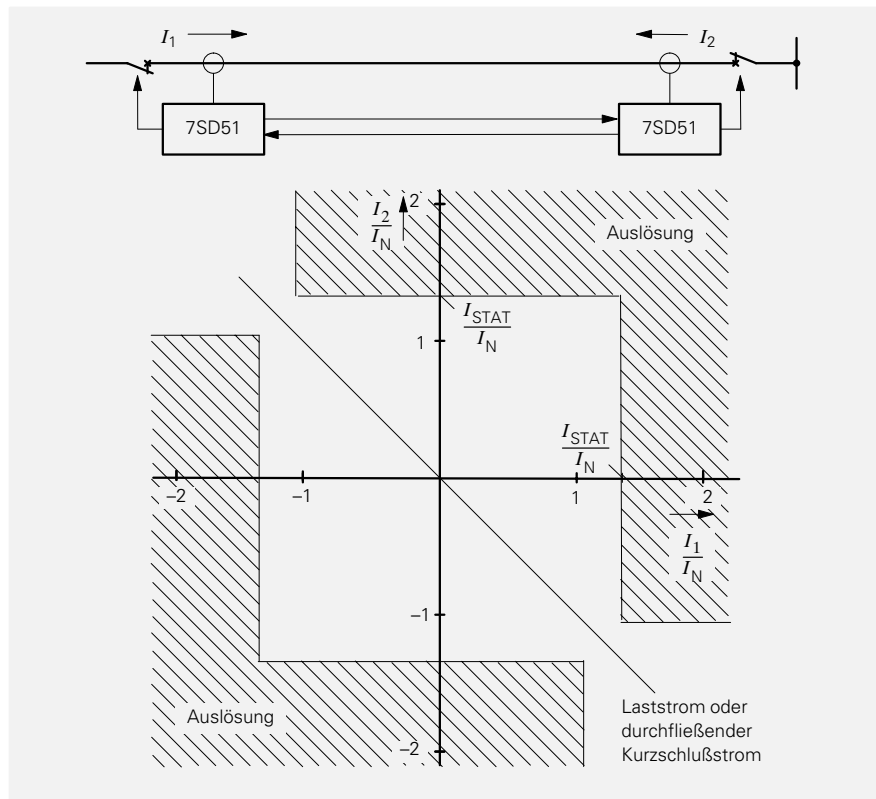

Bild 2
- Statisches Meßverfahren mit Ansprechennlinie entsprechend Bild 2